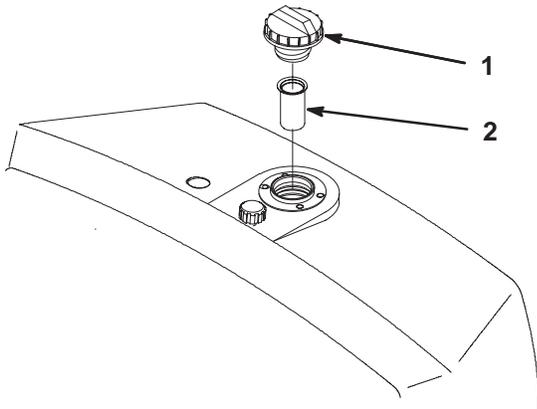

Bild 21
2. Entfernen Sie den Deckel vom Behälter und kontrollieren Sie den Ölstand. Der Ölstand sollte unten am Einfüllstutzen liegen (Bild 21).